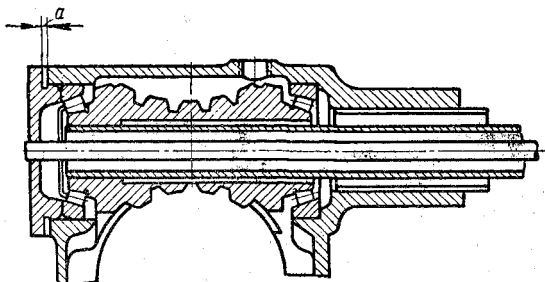

Рис. 56. Регулировка подшипников червяка рулевого механизма
2. Отвернуть болты нижней крышки картера рулевого механизма, снять крышку и вынуть прокладки (рис. 56).